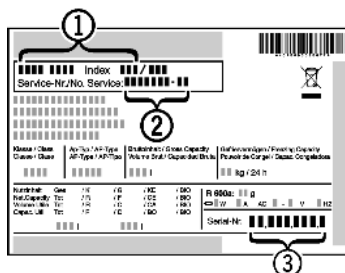

Fig. 7
- ▶ A készülék megnevezését *Fig. 7 (1)*, a szerviz- *Fig. 7 (2)* és sorozatszámot *Fig. 7 (3)* a típustábláról olvassa le. A típustábla a készülék belsejében baloldalon található.
- ▶ Értésítse a vevőszolgálatot a hibáról, és adja meg nekik a készülék megnevezését *Fig. 7 (1)*, a szerviz- *Fig. 7 (2)* és a sorozatszámot *Fig. 7 (3)*.